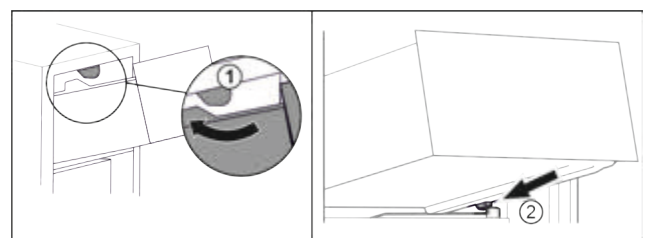

Fig. 83
- ▶ Обвести висувний ящик навколо верхнього стопора. Fig. 83 (1)
- ▶ Встановити висувний ящик за нижніми стопорами на ребро для резервуару навкоси. Fig. 83 (2)